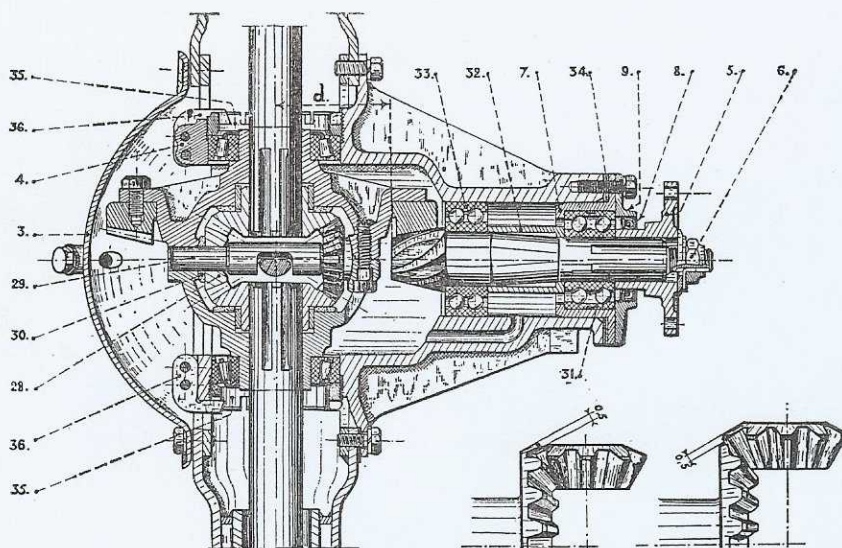

Fig. 26. — Coupe du nez de pont
- Déposer le couvercle AR de pont (3) (fig. 26).
- Monter un satellite (28) (fig. 26) et son axe (29). Déterminer l'épaisseur de la rondelle (30) de ce satellite pour qu'il n'existe pas de point dur ni de jeu en faisant tourner le boîtier, le planétaire étant maintenu sur un arbre serré à l'étau.
• Interposer des rondelles de réglage (34) (fig. 26) choisies parmi celles disponibles, entre la cage (7) et le carter nez de pont pour que la cote « d » devienne égale à la distance conique gravée sur le pignon d'attaque.